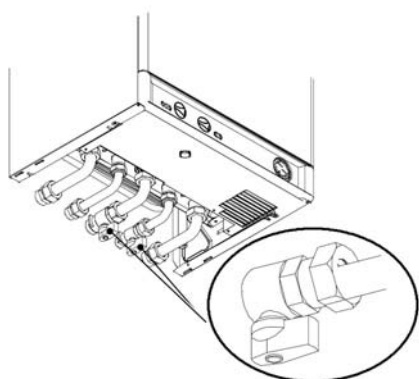

Fig. 2.1. Вид снизу (сбоку)
1. Краны котла должны быть открыты рис. 2.1.